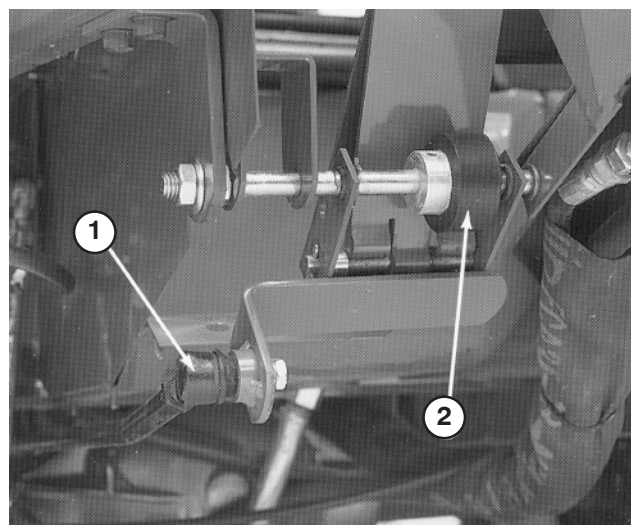

Figure 59
4. Ajustez l'extrémité de la tige de commande (Fig. 59) jusqu'à ce qu'un espace de 3 mm sépare le haut de la vis de butée de la pédale de déplacement. Resserrez les contre-écrous.
1. Desserrez les deux écrous de fixation de l'axe de la pédale de déplacement situés à droite de la pédale (Fig. 59).